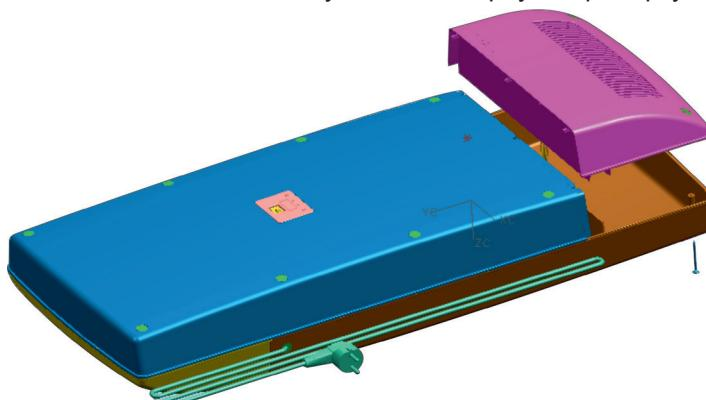

Рис. 8
- вывернуть два винта соединяющие вставку панели с корпусом рециркулятора (рис. 8).
- снять панель вентиляторов (рис. 8а);
- ввернуть два винта, соединяющие вставку панели с корпусом рециркулятора (рис. 8)
Рис. 8а